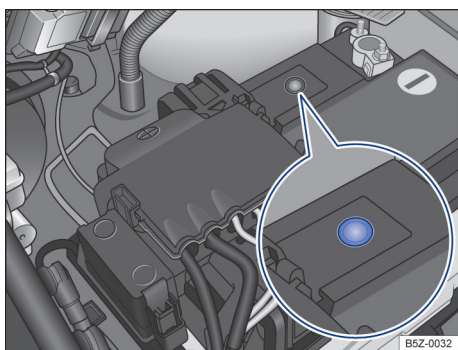

Fig. 159 En el compartimento del motor: ejemplo de posición del visor en el lado superior de la batería del vehículo.
- El visor redondo → **fig. 159** en la parte superior de la batería del vehículo cambia de color dependiendo del nivel del electrólito.